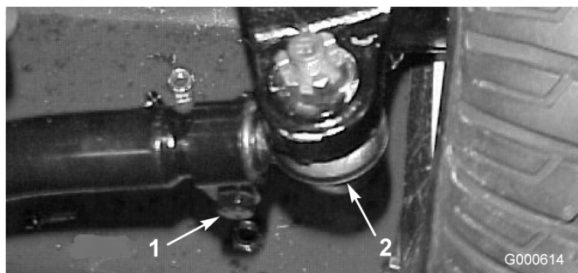

図 48
2. 調整が必要な場合は、タイロッドのボール・ジョイントのコッターピンとナットを外す（図48）。次に、タイロッドのボール・ジョイントをアクスル・ケースのサポートから外す。
3. タイロッド両側のクランプをゆるめる（図48）。